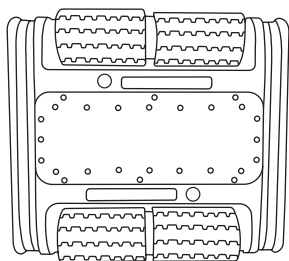

Figure 1
1. Placez le robot de sorte à avoir la brosse avant vers le haut (figure 1)